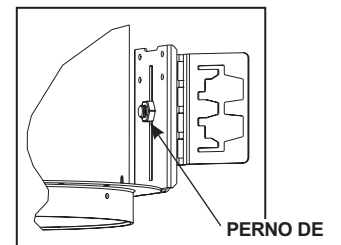

Figura 3
Paso 2. Ajuste los soportes de montaje de mariposa aflojando el perno de carruaje de ajuste, de modo que la parte inferior del anillo de yeso esté a ras con la línea del techo acabado. Los soportes de montaje tienen un ajuste vertical total de 3" (Figura 3).